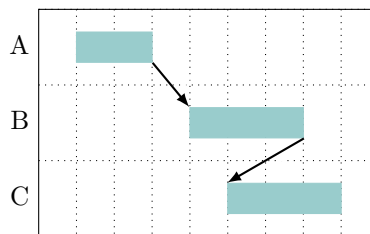

Figura 4.7: Retrasos y adelantos
■ **Retrasos y adelantos:** A veces, una actividad no puede comenzar justamente cuando termina su predecesora (Figura 4.7):